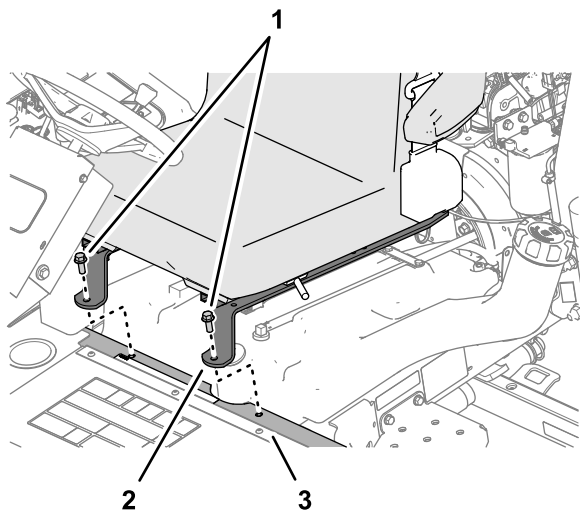

Figur 2
1. Fjern de 2 flangehovedmaskinskruer, der fastgør varmeskjoldet og sædestroppers krydsrør bagved førersædet, og afmonter varmeskjoldet (Figur 2).